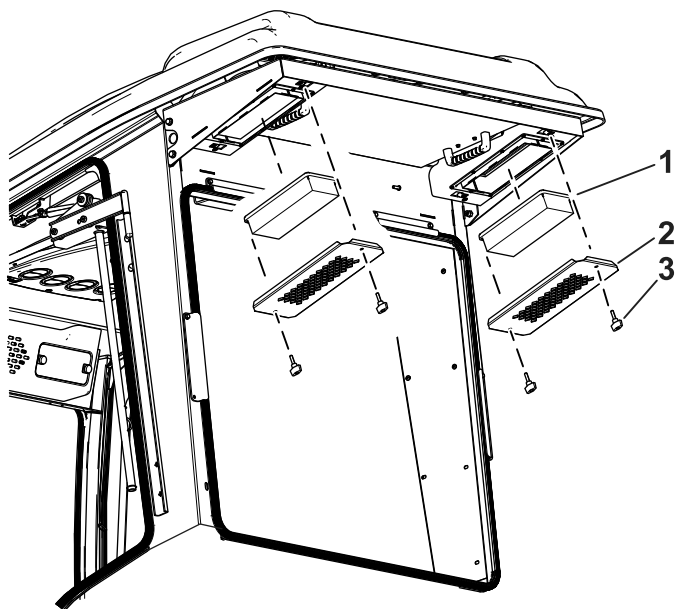

Рисунок 33
1. Отверните барашковые винты и снимите решетки задних воздушных фильтров кабины (Рисунок 33).